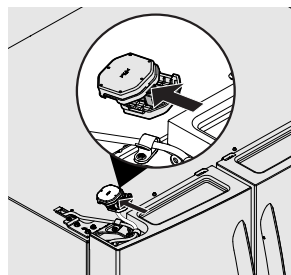

Figure 2
- Débranchez le faisceau électrique reliant la porte au couvercle de la charnière. Figure 2.